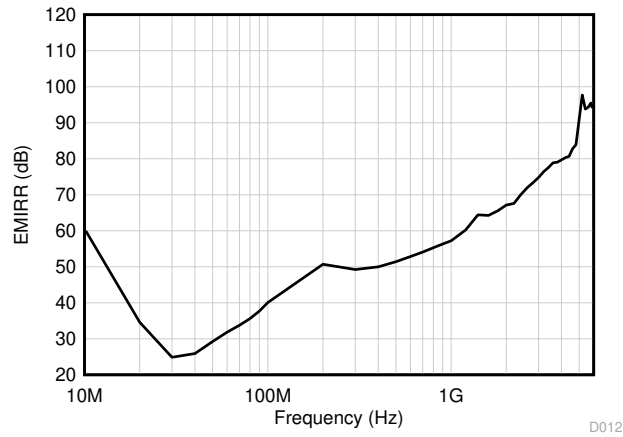

图 7-1. EMIRR 测试
TLV936x 采用集成电磁干扰 (EMI) 滤波器来减少无线通信设备、混合使用模拟信号链和数字元件的高密度电路板等干扰源产生的 EMI 效应。通过电路设计技术可改进 EMI 抗扰度；TLV936x 受益于这些设计改进措施。德州仪器 (TI) 已经开发出在 10MHz 至 6GHz 扩展宽频谱范围内准确测量和量化运算放大器抗扰度的功能。图 7-1 显示了对 TLV936x 执行该测试的结果。表 7-1 显示了在实际应用中 TLV936x 在常见特定频率下的 EMIRR IN+ 值。表 7-1 列出了可在下图所示的特定频率或其近似频率下运行的应用。运算放大器的 EMI 抑制比应用报告包含了与运算放大器相关的 EMIRR 性能主题，该报告可在 www.ti.com 上下载。